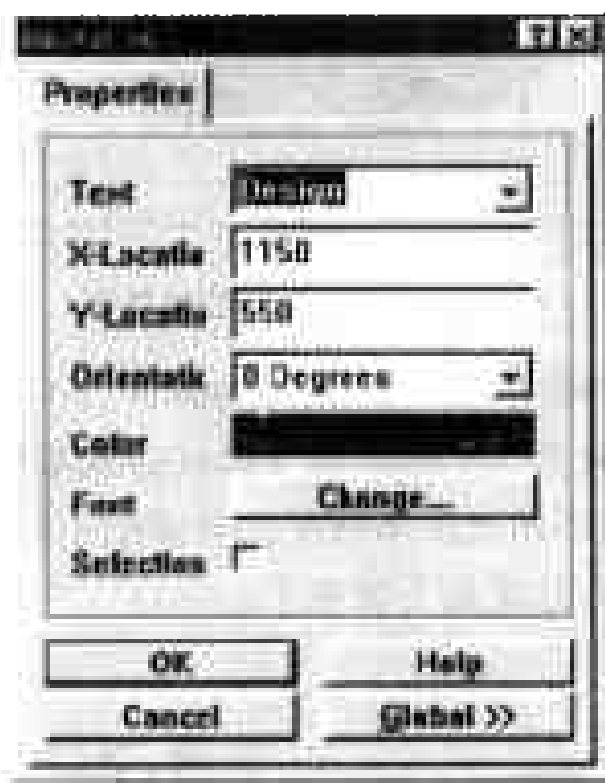
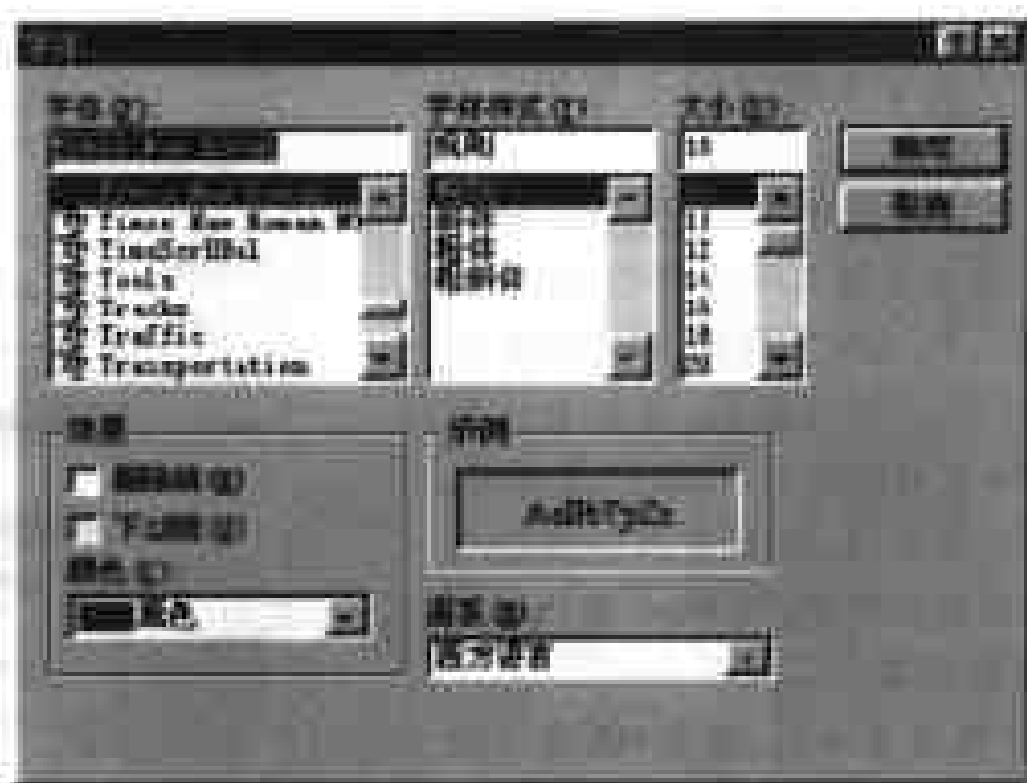

图 3-27 设置文字标注属性的对话框
图 3-28 设置字体属性的对话框
(4) 如果用户需要对文字标注的其他属性进行编辑,可以在图纸中双击文字标注,弹出如图 3-27 所示的对话框。
(5) 单击对话框顶部的 Text 下拉列表框,可以在弹出的下拉列表中选择默认的标注内容或者在下拉列表框中单击,然后直接输入用户所需要的标注内容。
(6) 在 X-Location 和 Y-Location 选项输入框中给出了文字标注在图纸中的位置坐标,修改这两个选项的值,可以调整文字标注在图纸中的位置。
(7) 单击 Orientation 下拉列表框,在弹出的下拉列表中提供了 0 Degrees, 90 Degrees, 180 Degrees 和 270 Degrees 4 个选项,供用户设置文字标注的方向,即旋转角度。
(8) 单击 Color 选项的颜色框,即可在弹出的 Choose Color 对话框中设置文字标注的颜色。单击 Font 选项的 Change 命令按钮,即可弹出如图 3-28 所示的对话框,在此对话框中可以设置文字标注中文字的字体、字体样式和大小等属性。